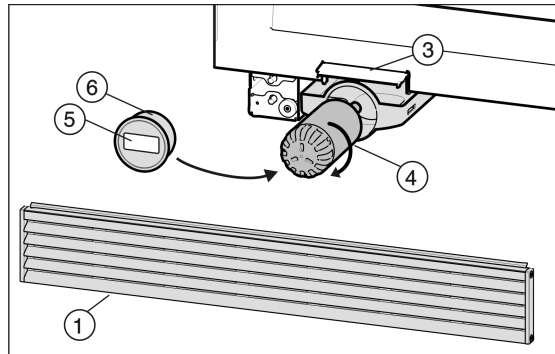

Fig. 7
- ▶ Coloque el filtro de agua nuevo Fig. 7 (4) y gírelo unos 100° en el sentido de las agujas del reloj hasta que haga tope.
- ▶ Coloque la tapa del filtro Fig. 7 (6).
- ▶ Anote la fecha de la próxima sustitución en la etiqueta adhesiva Fig. 7 (5) suministrada y pegue dicha etiqueta en la tapa del filtro Fig. 7 (6).
- ▶ Introduzca el filtro de agua Fig. 7 (4).
- ▶ Cierre la tapa de cambio de filtro Fig. 7 (3).
- ▶ Vuelva a colocar la rejilla de aire Fig. 7 (1) y presiónela hacia abajo. Debe quedar a ras del suelo.